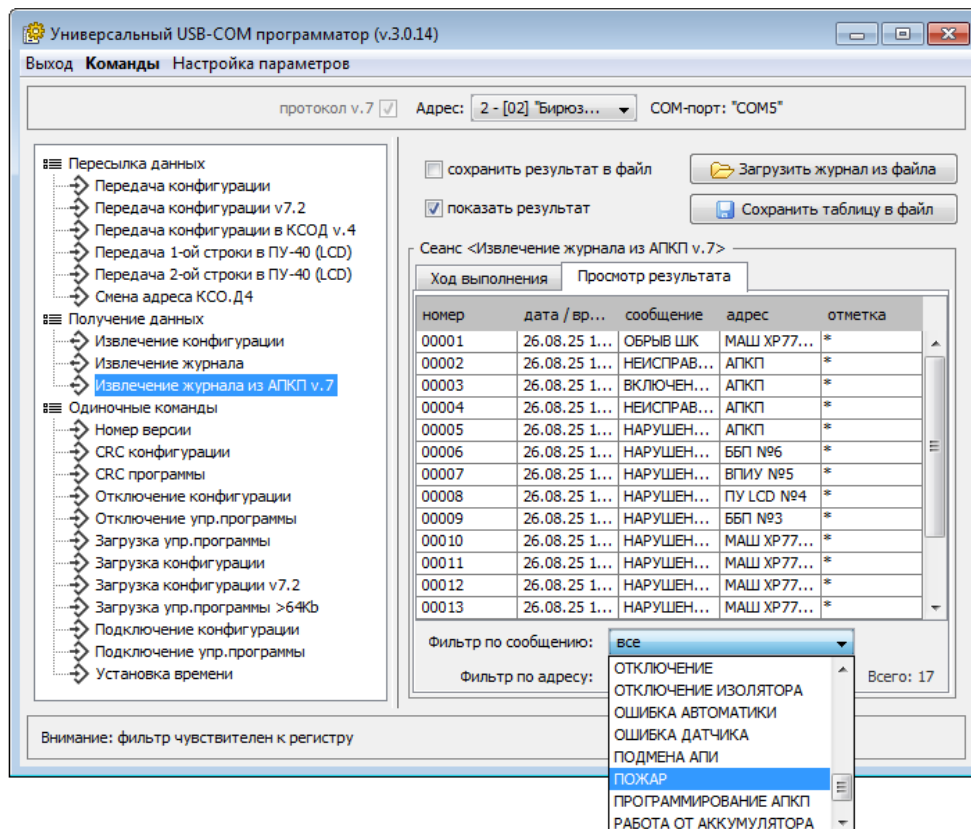

Рисунок 104. Универсальный USB-COM программатор. Просмотр извлеченного журнала
- 7) Если была включена опция просмотра извлеченного журнала, перейти в закладку «Просмотр результат» для его просмотра. В закладке (рисунок 104) доступны функции поиска событий в извлеченном журнале по их типу, адресу функционального модуля прибора, а также функции сохранения извлеченного журнала в текстовый файл и загрузки журнала из сохраненного файла в окно просмотра результата.